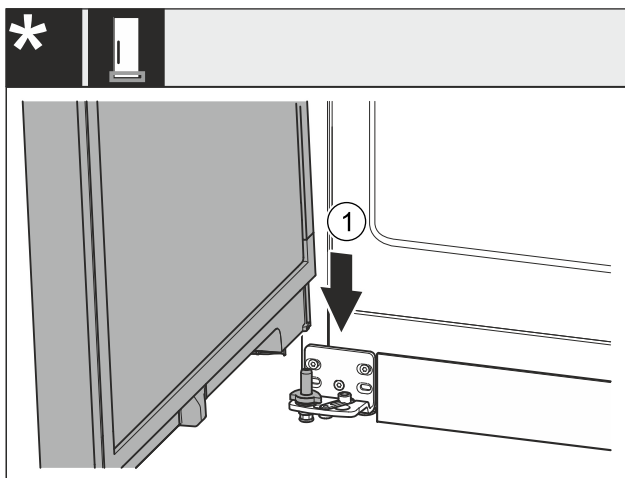

Fig. 30
- Inserire la porta dall'alto sul perno di supporto Fig. 30 (1) inferiore.